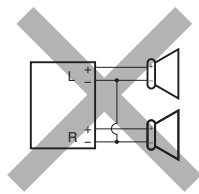
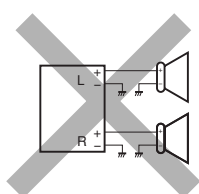
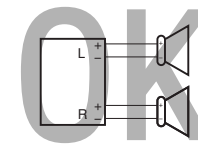

Fig. 1
Fig. 2
Fig. 3
- ② Jaune: a la batterie de la voiture (12V constant)
- ③ Rouge: à la prise accessoire
- ④ Bleu avec bande blanche: au fil de télécommande de l'autre appareil ou à l'antenne automatique s'il y en a une (200 mA max.)
- ⑤ Autres: aux enceintes
- If the speaker wiring in your car is as illustrated in Fig. 1 and Fig. 2 below, DO NOT connect the unit using that original speaker wiring. If you do, the unit will be seriously damaged. Redo the speaker wiring so that you can connect the unit to the speakers as illustrated in Fig. 3.
- If the speaker wiring in your car is as illustrated in Fig. 3, you can connect the unit using the original speaker wiring in your car.
- Si el conexionado de altavoz de su automóvil es como se indica en las Figs. 1 y 2 de abajo, NO conecte la unidad utilizando ese conexionado de altavoz original. Si lo hace, se producirán daños graves en la unidad. Vuelva a efectuar el conexionado de altavoz de manera que pueda conectar la unidad a los altavoces de la manera indicada en la Fig.3.
- Si el conexionado de altavoz de su automóvil es como se indica en la Fig.3, podrá conectar la unidad utilizando el conexionado de altavoz original de su automóvil.
- Si le câblage des enceintes de votre voiture est réalisé comme montré sur la Fig. 1 ou Fig. 2 ci-dessous, NE CONNECTEZ PAS l'appareil en utilisant ce câblage original d'enceintes. Si vous le faites, l'appareil sera sérieusement endommagé. Recommencez le câblage des enceintes de façon que vous puissiez connecter l'appareil aux enceintes comme montré sur la Fig. 3.
- Si le câblage des enceintes de votre voiture est comme montré sur la Fig. 3, vous pouvez connecter l'appareil en utilisant ce câblage original d'enceintes pour votre voiture.